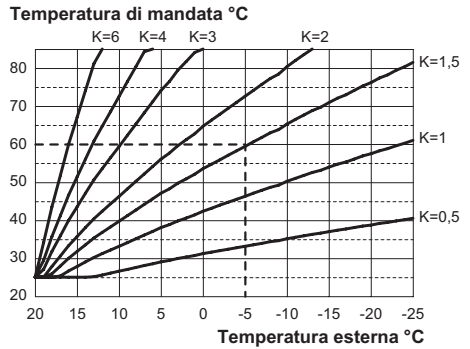

Figura 5.34
Se alla caldaia **È COLLEGATO** il comando remoto riferirsi alla Figura 5.34.
Quando si installa la sonda esterna bisogna impostare questo parametro in base al rendimento dell'impianto di riscaldamento per ottimizzare la temperatura di mandata (Figura 5.34).
Es. Per avere una temperatura di mandata all'impianto di riscaldamento di 60°C con una esterna di -5°C si deve settare un K di 1,5 (linea tratteggiata in Figura 5.34).
- Utilizzando i tasti 15 o 16 è possibile modificare il valore del parametro 15 da un minimo di **01** ad un massimo di **60** in base alla curva scelta del coefficiente K in Figura 5.34 (il valore letto sul display corrisponde a valori decimali di coefficienti K).